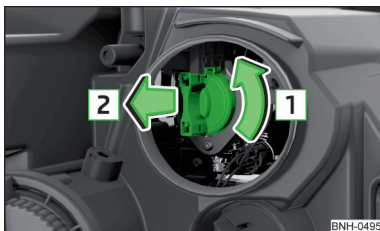

Abb. 192
- › Den Sockel bis zum Anschlag in Pfeilrichtung **1** drehen » Abb. 192.